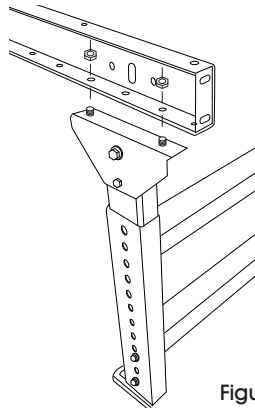

Figure 2
2. Boulonnage de deux pieds de soutien en H à un (1) cadre de convoyeur : Positionnez les pieds de soutien en H à l'extrémité du cadre de convoyeur, en les alignant sur les deux trous à l'extrémité. Fixez les boulons à travers le convoyeur et le pied de soutien en H. (Voir Figure 2)